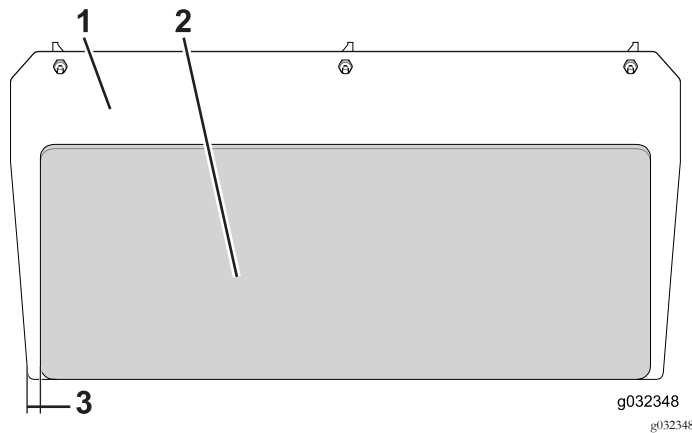

図8
4. 防熱シールドの裏紙をはがしてリアパネルのエンジン側の面に貼り付ける 図8。
注 リアパネルシールドは、プレートの幅方向の中央に張り付け、左右にそれぞれ29mmの余白を残してください 図8。